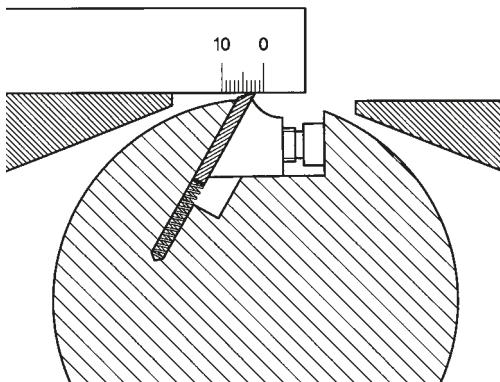

Fig.5
Réglage des tables (Fig.5)
Les tables de dégauchisseuse sont réglées de l'usine et ne requièrent normalement plus d'ajustage. La table de sortie de la dégauchisseuse doit être réglée à la même hauteur que les fers de dégau. A cet effet, utilisez un carrelet de bois dur bien dressé et tracez en bout tous les mm un trait sur 10 mm de long. Positionnez-le avec le trait "0" sur l'arête de la table de sortie. Maintenant tournez à la main l'arbre d'un tour (afin de pouvoir tourner l'arbre à la main, mettre l'interrupteur de défreinage sur "1"). Quand les fers déplacent le bout de bois de 2 à 3 mm, vous avez obtenu un réglage optimal, sinon recontrôlez le bon positionnement des 3 fers dans l'arbre. Le déplacement en hauteur de la table de sortie s'effectue par desserrement du boulon (fig.5 bis,1), et par moyen du levier (fig.5 bis,2). Après avoir effectué le réglage, bien veiller au serrage du boulon (1).